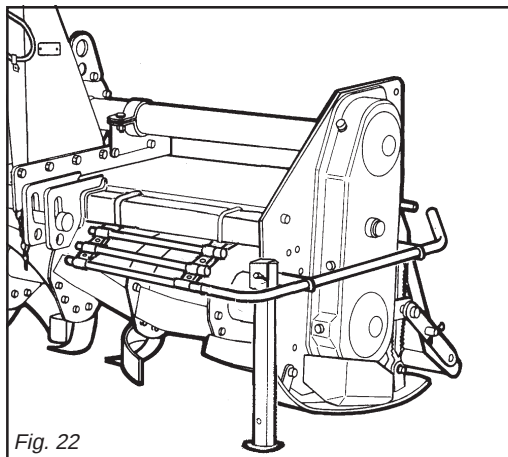

Fig. 22
- 1- *Position the support foot as shown in the figure 22.*
- 1- Den Stützfuß wie in Abb. 22 gezeigt anordnen.
- 1- *Placer le pied d'appui (voir figure 22).*